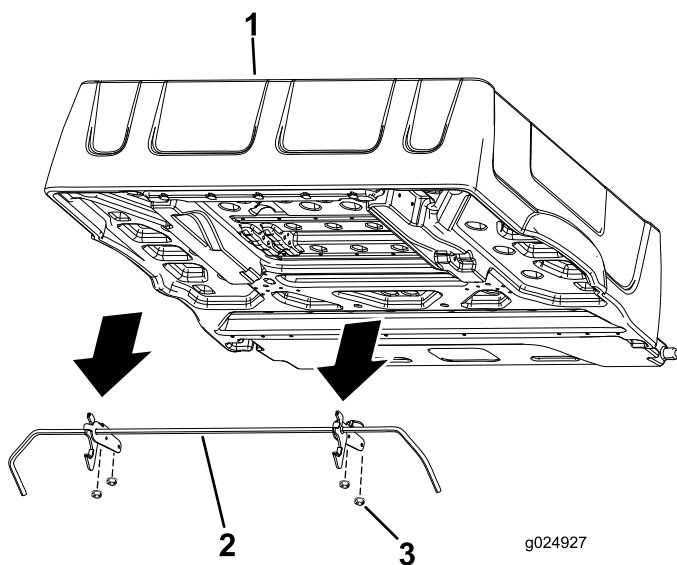

Bild 3
6. Entfernen Sie die vier Bundmutter, mit denen die Riegelstangenhalterungen an der Unterseite der Ladepritsche befestigt sind (Bild 3).